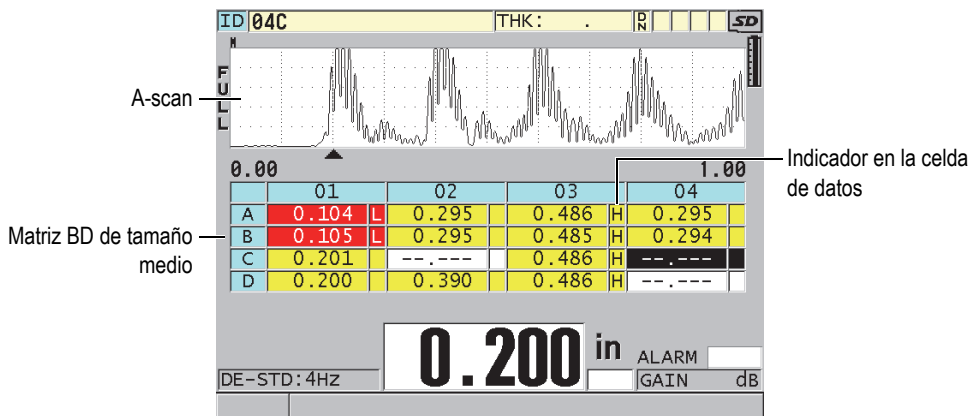

Figura 10-8 Ejemplo de una matriz BD de tamaño medio
[DB Grid] La matriz de la base de datos (matriz BD) es una tabla de representación de datos bidimensional (2D). Esta tabla permite el desplazamiento libre en cualquier dirección de la matriz, en vez de seguir una lista predefinida de números de identificación (ID). En vez de pasar automáticamente al siguiente ID, utilice las teclas de dirección para desplazar el cursor a la ubicación más conveniente. Es posible visualizar simultáneamente el A-scan, la matriz BD y la lectura del espesor (ver Figura 10-8 en la página 176). Las celdas de la matriz pueden ser configuradas para que muestren los indicadores y para que el color de fondo corresponda con el rango de espesor.
8. Determine el parámetro **INDICADOR CELDA DE DATOS (DATA CELL FLAG)** a una de las opciones disponibles para visualizar un indicador en cada celda de la matriz BD. El indicador en la celda de datos es una letra que aparece en una pequeña casilla a la derecha del valor de espesor en la matriz (ver Figura 10-8 en la página 176). Las opciones disponibles son: